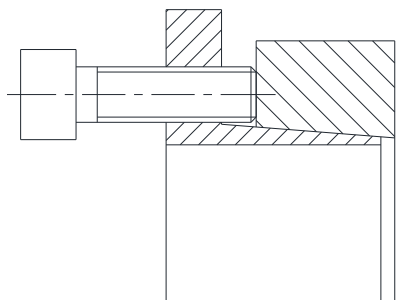

図 7: クランピングセットの分解(例: CLAMPEX® KTR 206)
- 取付けを容易にする為、2 本のクランプボルトの引抜き用ねじ穴に締め込んで下さい(図 7 をご参照)。